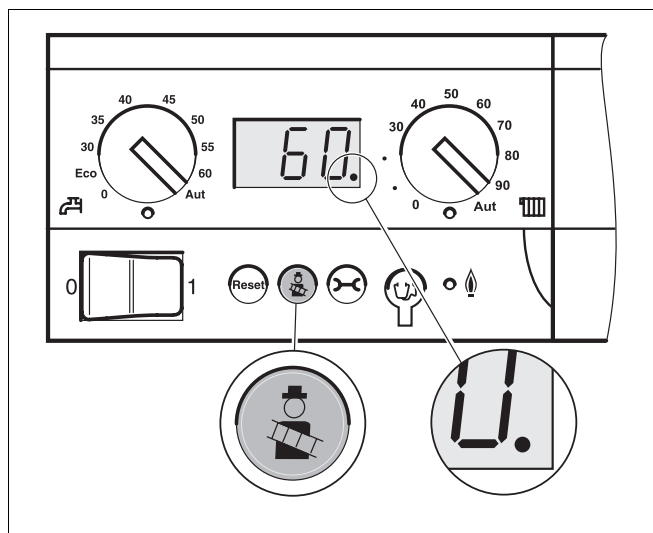

Fig. 43 Dispositivo di controllo base Logomatic BC10
- Avviare la prova di combustione dal dispositivo di controllo base Logomatic BC10, premendo il tasto "Prova di Combustione" e tenendolo premuto fino a quando compare il punto decimale sull'indicatore di stato (fig. 43).